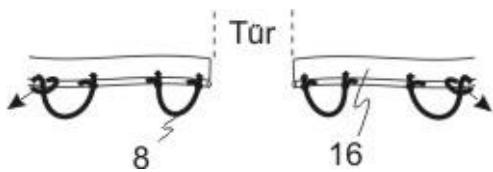

Abb. 8.1
Durch die Gummiseile (8) wird der Cabrio Dome auf dem Schwimmbecken verspannt! (Abb. 8.1) Im Keder (16) sind mehrere Löcher vorhanden. An die ersten zwei Löcher, rechts und links von der Tür wird jeweils ein Gummiseil (8) angeknüpft. Andere Gummiseile (8) an die zwei Löcher, die sich über einen Haken (17) befinden, durchstecken und an Keder verknüpfen. (Abb. 8.2) Den zweiten Knoten nicht zu fest zuziehen, damit das Gummiseil eventuell noch verstellt werden kann. Die Haken (17) befinden sich immer in der Mitte – bitte, das Bild beachten. (Abb. 8.3) Ist das nicht der Fall, das Gummiseil (8) auf neue Löcher anknüpfen!!